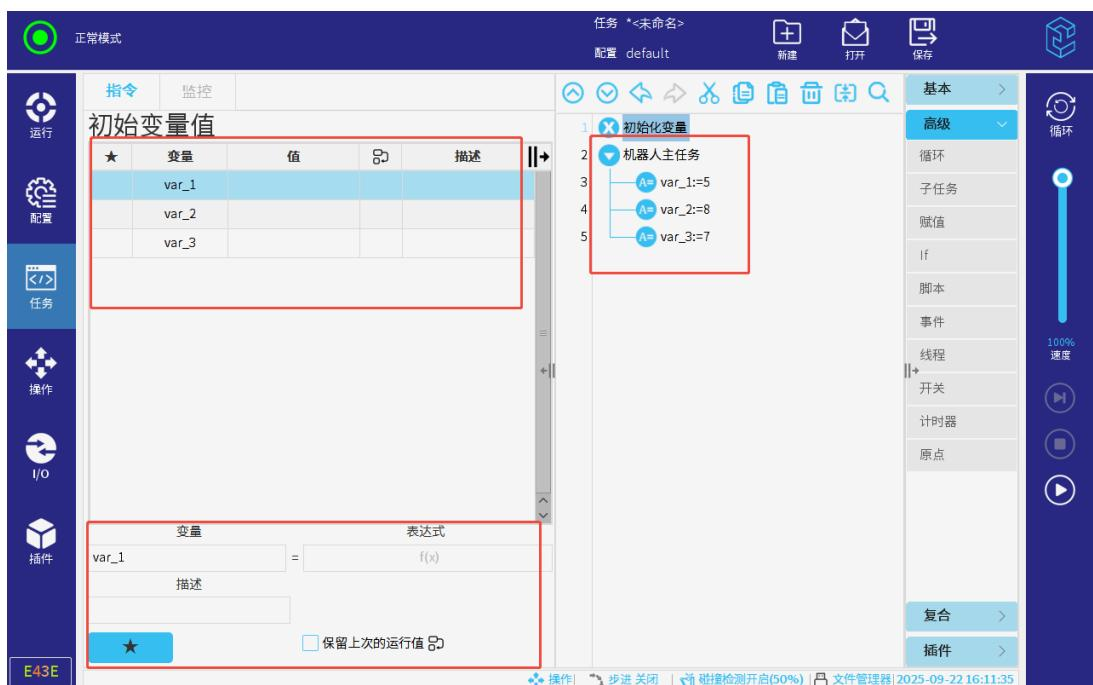

图 3-83: 可选的变量
1. 在“高级” - “赋值”处新建变量后，初始化变量界面及机器人主任务节点下即可展示所有新建的变量，如图 3-83 所示。
2. 选中任一变量后，在下方可输入、修改其表达式、描述等，如图 3-83 所示。表达式用于在任务启动时，声明并初始化变量值。